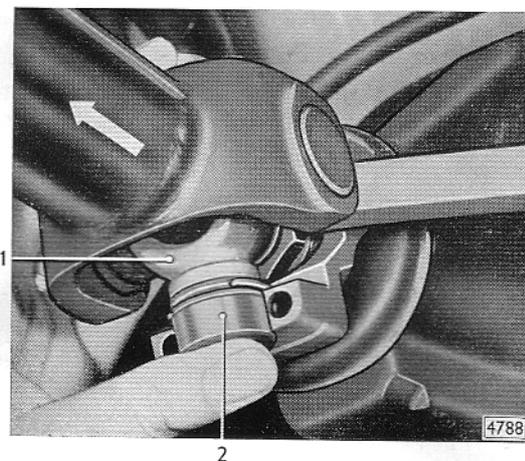

Bild D 7 - Gelenkwelle vom Antriebskegelradflansch abdrücken
- Gelenkwelle von Hand oder unter Verwendung eines Montierhebels, der am Antriebskegelradflansch abzustützen ist, nach vorn in Richtung Gelenkwellenzwischenlager verschieben (Bild D 7), bis sich das Gelenkkreuz (D 7/1) der Welle mit den Nadellagergehäusen (D 7/2) aus den Aussparungen im Antriebskegelradflansch herausführen läßt. Beim Abdrücken der Welle vom Flansch die auf das Gelenkkreuz lose aufgesteckten Nadellagergehäuse festhalten, damit sie nicht abfallen können. Hintere Gelenkwelle